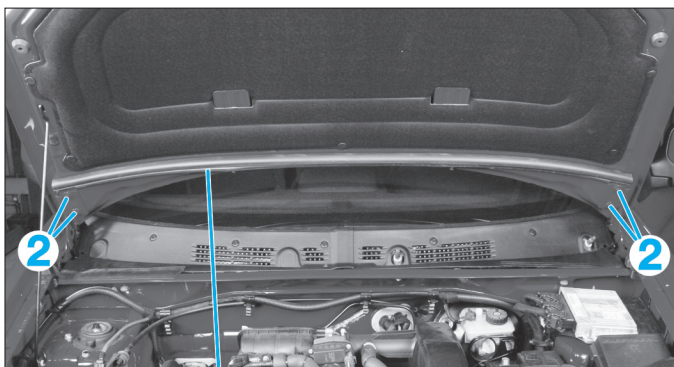

FIG. 12
- Désaccoupler le tuyau de lave-glace en (1) (Fig.12).
- les vis (2),